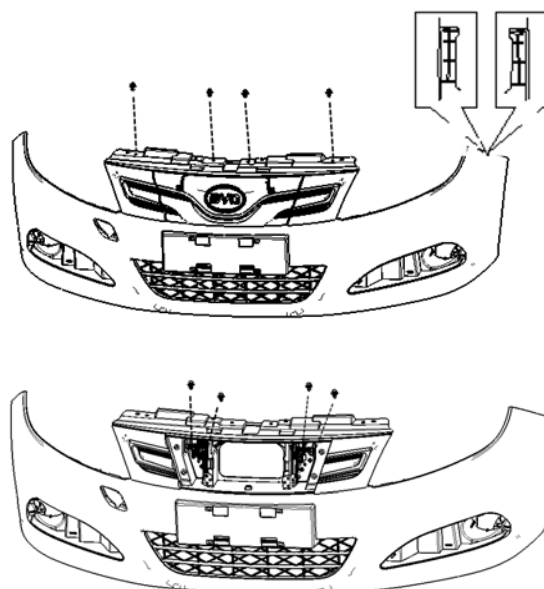

图 4-8-1-4 前保险杠的拆卸
- (1) 拆下安装在前格栅和水箱上横梁上的 4 个组合螺钉,如图 4-8-1-4 所示;